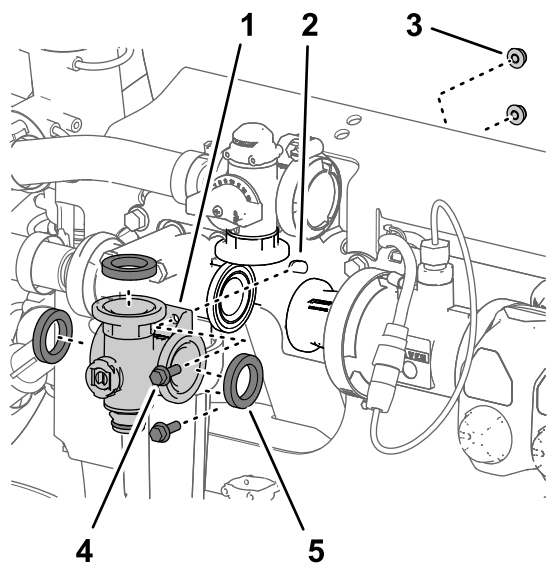

Figura 105
3. Rimuovete i 2 bulloni a testa flangiata ($\frac{1}{4}$ " x $\frac{3}{4}$ ") e i 2 dadi di bloccaggio flangiati ($\frac{1}{4}$ ") che fissano il collettore della valvola dell'agitatore al supporto della valvola (Figura 105).
4. Rimuovete il collettore della valvola dell'agitatore e le guarnizioni dalla macchina (Figura 105).